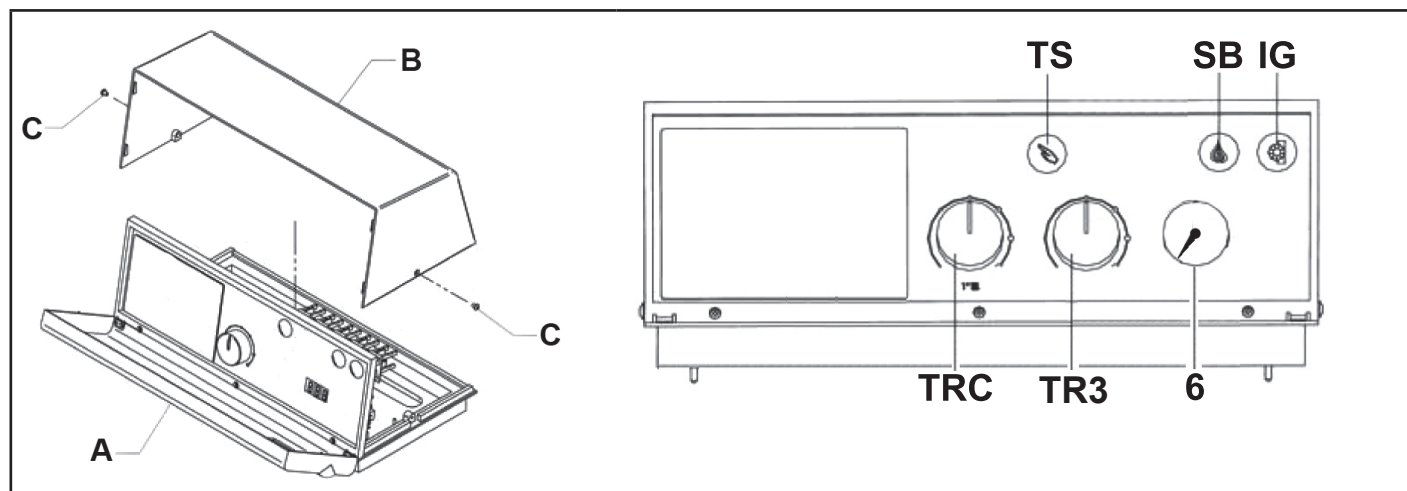

fig. 1
Les câbles d'alimentation et de raccordement avec le brûleur doivent avoir le conducteur de terre séparés des autres conducteurs du même câble de quelques millimètres. Pour les raccordements entre le brûleur, le tableau électrique et l'alimentation, il est conseillé d'utiliser un câble H07 RN-F pour l'installation apparente. Pour les autres types d'installation ou en cas de situations ambiantes particulières, il est recommandé de consulter les normes en vigueur. La formation et le diamètre des conducteurs sont calculés en fonction de la puissance consommée par le brûleur. Pour accéder aux instruments ("fig. 1"), faire basculer vers le bas la face avant (A). Pour accéder aux cosses de raccordement et pour poser les tubes capillaires des thermostats et du thermomètre, retirer le capot supérieur (B), puis enlever les 2 vis latérales (C). Le thermostat de régulation (TRC) peut être réglé par l'utilisateur au moyen du sélecteur avant. Le thermostat de sécurité est à régulation fixe et intègre la fonction de réarmement manuel.